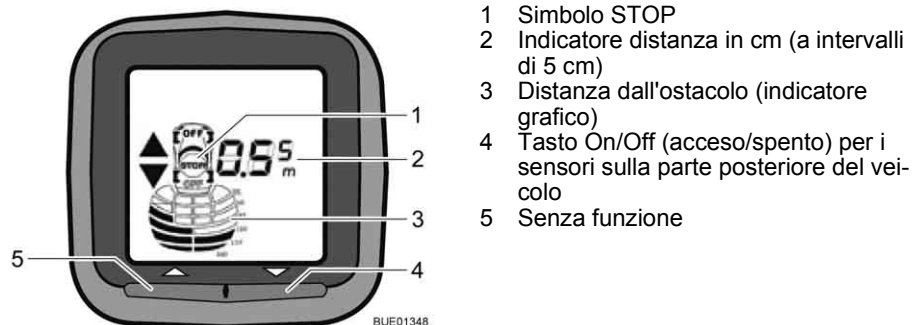

Fig. 19 Quadro di segnalazione Park Boy V
Nella zona passeggeri, un quadro di segnalazione con display (Fig. 19) indica la distanza dall'ostacolo. Contemporaneamente viene emesso un segnale acustico come segnale di avvertenza.
- Premere il tasto On/Off (Fig. 19,4). Il display si illumina e vi compare il simbolo del veicolo. Il sensore di controllo distanza durante il parcheggio è pronto per le misurazioni.
- Premere il tasto On/Off (Fig. 19,4). Indipendentemente dal modo in cui è stato acceso, il sensore di controllo distanza durante il parcheggio può venire spento in qualsiasi momento mediante il tasto On/Off (acceso/spento).
Il display (Fig. 19) indica la distanza in passi di circa 5 cm. Il sensore indica sempre la distanza più breve rilevata.